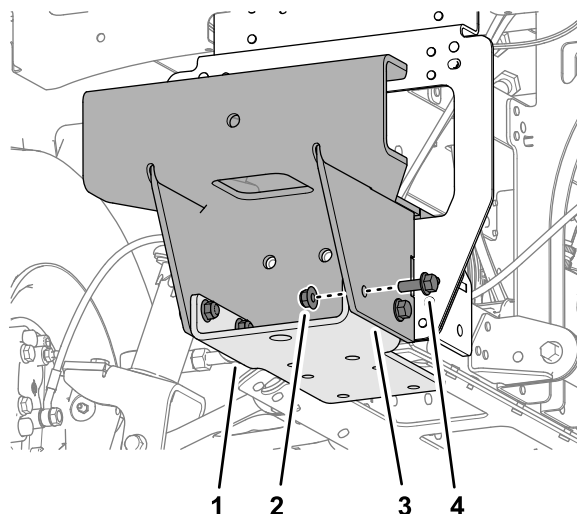

図 49
2. フランジボルト (3/8 x 1") 4本とフランジロックナット (3/8") 4個を使って、ボトムブラケットをボールピッカーマウント (図 49) に仮止める。
5. ボールピッカーマウントからフランジボルト (3/8 x 1") 4本、フランジロックナット (3/8") 4個、およびボトムブラケットを取り外す (図 49)。